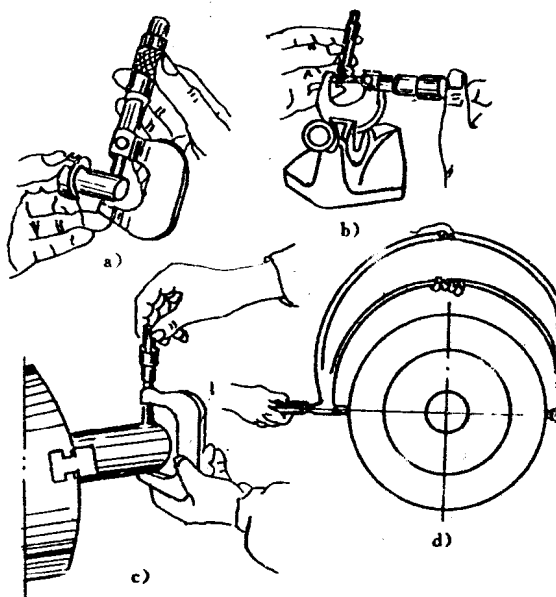

图 1-21 外径千分尺的测量方法
(3)测量时,应正确选择测量砧面与工件的接触位置,一般要轻微晃动千分尺的尺架,同时拧动测力装置。测量工件时,一只手拿千分尺的尺架,另一只手转动测力装置,其测量方法见图 1-21。